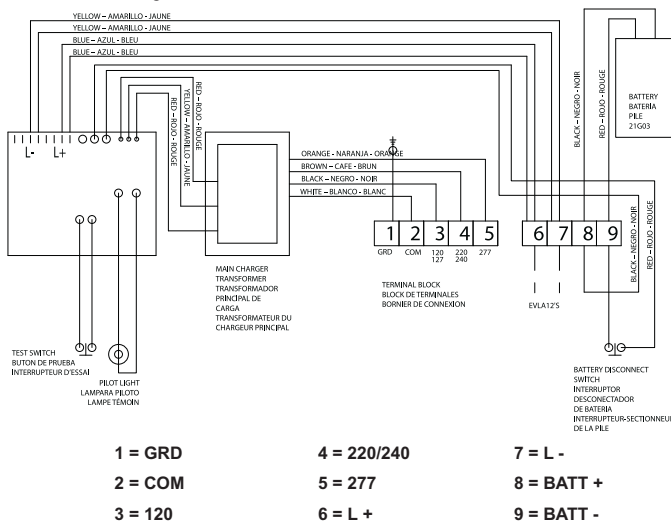

Figura 3. Diagrama de cableado
3. Desconecte las puntas de la batería de los terminales Batt+ (#8) y Batt- (#9) del block de terminales. Vea la Figura 3.